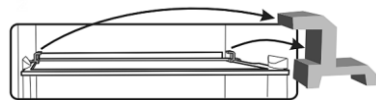

Abb. 5
9. Entfernen Sie alle roten Teile von den Einlegeböden (Abb. 5), diese sind nur für den Transport erforderlich.